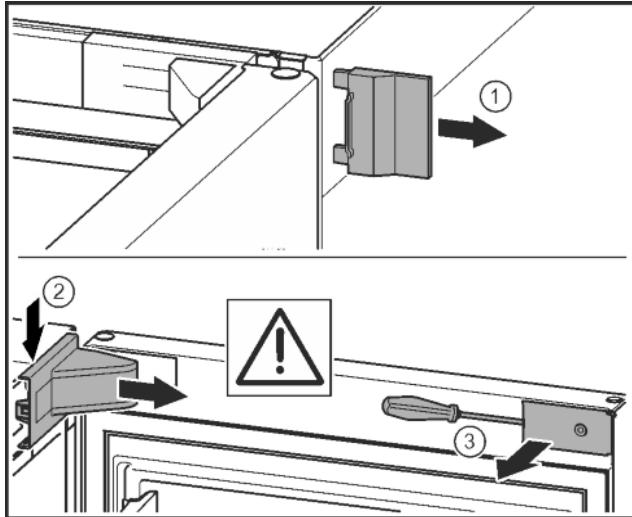

Fig. 9
► Зніміть зовнішню кришку. Fig. 9 (1)
► Звільніть і ослабте кришку опорного кронштейна. Зніміть кришку опорного кронштейна. Fig. 9 (2)
► За допомогою шліцевої викрутки звільніть від фіксатора та поверніть убік накладку. Fig. 9 (3)